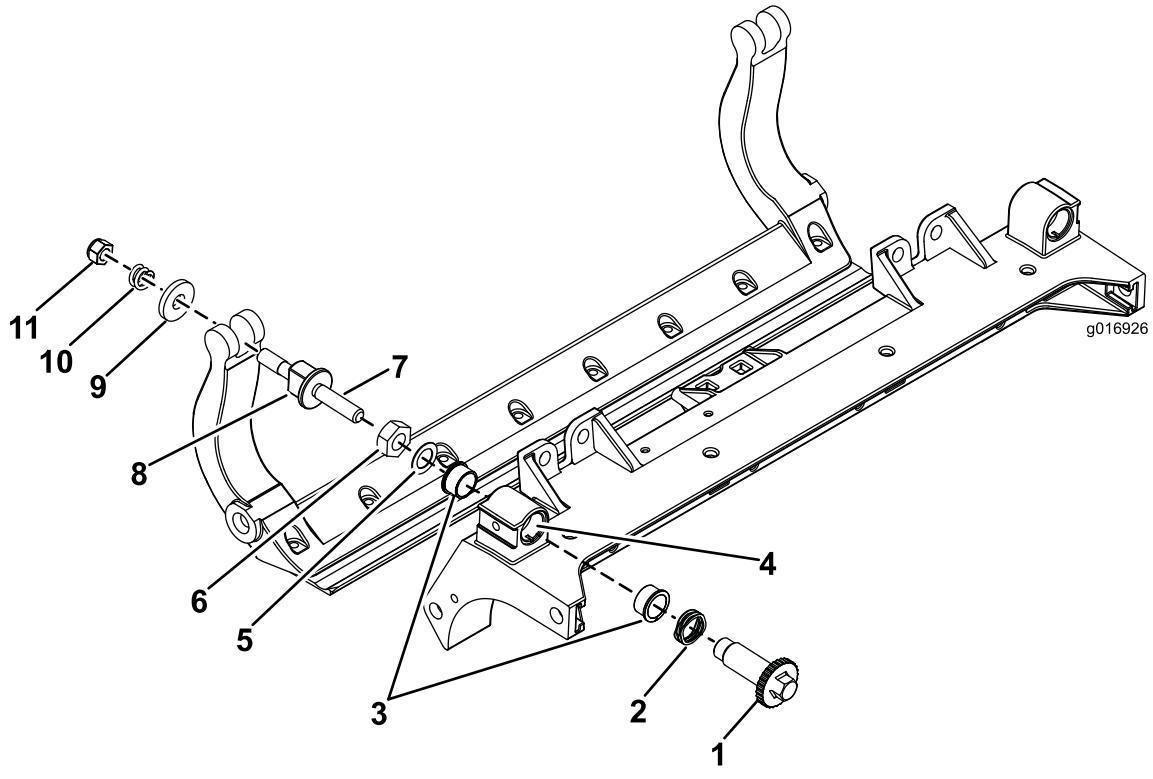

Figure 35
1. Enlevez toutes les pièces (voir les *Instructions d'installation* du kit DPA renforcé et la Figure 35).
2. Appliquez du produit antigrippage à l'intérieur du logement des bagues sur le cadre central de l'unité de coupe (Figure 35).
3. Alignez les clavettes des bagues à embase sur les fentes dans le cadre, et mettez les bagues en place (Figure 35).
4. Posez une rondelle ondulée sur l'axe de réglage et insérez l'axe dans les bagues à embase sur le cadre de l'unité de coupe (Figure 35).
5. Fixez l'axe de réglage avec une rondelle plate et un contre-écrou (Figure 35).
12. Placez une rondelle en acier à l'extérieur de chaque rondelle en nylon (Figure 35).
Remarque: Les rondelles peuvent présenter un espace à l'intérieur (Figure 35).
15. Serrez l'écrou sur chaque vis de réglage de la barre d'appui jusqu'à ce que le ressort de compression soit complètement comprimé, puis desserrez l'écrou d'un demi-tour (Figure 35).